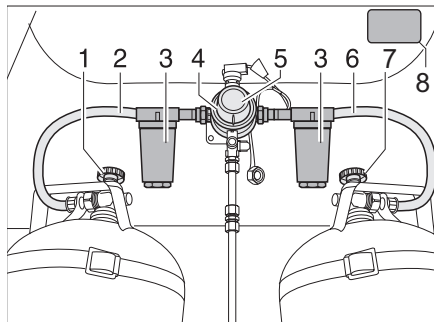
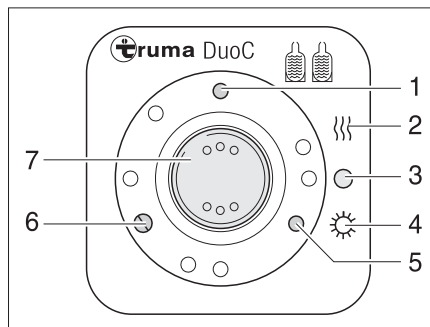

Bild 66 DuoControl-Umschaltanlage
Bild 67 Bedieneinheit
Die DuoControl-Umschaltanlage besteht aus einem Umschaltventil (Bild 66,4) und der Bedieneinheit (Bild 67). Das Umschaltventil ist zwischen den Gasschläuchen (Bild 66,2 und 6) montiert. Mit dem Drehknopf (Bild 66,5) am Umschaltventil kann bestimmt werden, welche der Gasflaschen als Betriebsflasche und welche Gasflasche als Reserveflasche verwendet wird.
Das Umschaltventil (Bild 66,4) ist mit der Regler-Enteisungsanlage EisEx ausgestattet. So werden Störungen der Gasanlage im Winter vermieden.
Vor dem Umschaltventil befinden sich auf jeder Seite ein Gasfilter (Bild 66,3), der die Gasanlage vor Verölung und Verunreinigungen schützt.
An der Bedieneinheit (Bild 67) können nur die elektrischen Funktionen geschaltet werden. Die Haupt-Absperrventile der Gasflaschen (Bild 66,1 und 7) müssen von Hand geöffnet werden.
Das Umschaltventil gewährleistet einen konstanten Gasdruck, unabhängig davon, welche Gasflasche Gas liefert. Die zwei Kontroll-Leuchten an der Bedieneinheit zeigen den Füllstand der Betriebsflasche an. Wenn die grüne Kontroll-Leuchte (Bild 67,6) leuchtet, ist die Betriebsflasche voll. Wenn die rote Kontroll-Leuchte (Bild 67,5) leuchtet, ist die Betriebsflasche leer. Die Gasversorgung erfolgt dann über die Reserveflasche.
- Die Haupt-Absperrventile an den Gasflaschen (Bild 66,1 und 7) öffnen.
- Mit dem Drehknopf (Bild 66,5) am Umschaltventil (Bild 66,4) die Gasflasche wählen, der vorrangig das Gas entnommen werden soll (Betriebsflasche).
- Den Wippschalter (Bild 67,7) auf "0" (Bild 67,3) stellen. Die gelbe Kontroll-Leuchte (Bild 67,1) erlischt.
- Die Haupt-Absperrventile an den Gasflaschen (Bild 66,1 und 7) schließen.
Die Kontroll-Leuchten an der Bedieneinheit (Bild 67,5 und 6) signalisieren im Fahrzeuginneren, ob die Betriebsflasche betriebsbereit ist.
Wenn die grüne Kontroll-Leuchte (Bild 67,6) während des Betriebs erlischt und die rote Kontroll-Leuchte (Bild 67,5) aufleuchtet, ist die als Betriebsflasche gewählte Gasflasche leer und muss gewechselt werden. Die Reserveflasche versorgt die Gasverbraucher weiterhin mit Gas.
- ▶ Sicherheitsaufkleber (Bild 66,8) im Gaskasten beachten.